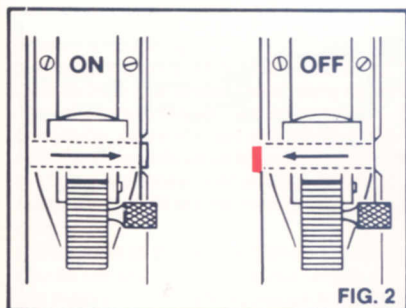
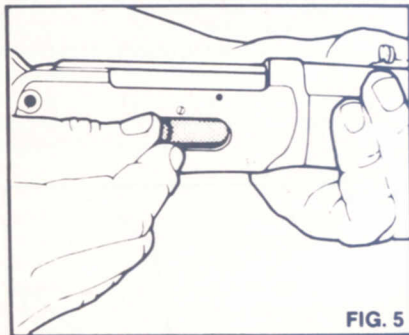

FIG. 2
FIG. 5
First, with the gun pointed in a safe direction place the manual hammer stop in the "on" position by pushing it from left to right (Figure 2) until the red "Warning" ring disappears. When the red ring is visible on the left side of the manual hammer stop, it is in the "off" position. The manual hammer stop can be actuated with the hammer in any position.
L'arme étant pointée en direction sûre, engagez d'abord l'arrêtoir manuel du chien en poussant à fond la barre de la gauche vers la droite (Fig. 2), faisant ainsi complètement disparaître l'anneau avertisseur rouge. Quand l'anneau rouge est visible sur le côté gauche, le chien est libre. L'arrêtoir manuel du chien peut être engagé quelle que soit la position du chien. Maintenant, armez la carabine (position A, Fig. 3) en abaissant le levier de sous-garde et en le ramenant vers le haut. Pour mettre le chien à la position de sûreté du "rebondi" (mi-armé), maintenez d'abord le chien fermement avec votre pouce, puis appliquez sur la détente la pression qui est nécessaire pour relâcher le chien de sa position armée. Otez immédiatement votre doigt de la détente et, tout doucement et avec précaution, laissez le chien s'abaisser en position de sûreté du "rebondi" (position B, Fig. 3).
**HOW TO LOAD** — Use the correct ammunition referenced by the inscription on the barrel. Before loading your gun be sure all grease and oil has been removed from the barrel and chamber, and there is no obstruction. The chamber may be loaded by placing a cartridge directly into the chamber through the opened action (Figure 4), or by transferring a cartridge that was previously loaded into the magazine (Figure 5) to the chamber by operating the finger lever. In either case, always place the manual hammer stop in the "on" position (Figure 2), and the hammer into the safety (rebound), position upon closing the action (Figure 3 position B).
— Employez toujours des munitions du calibre qui est indiqué sur le canon de la carabine même. Avant de charger la carabine, assurez-vous que le canon et la chambre sont propres, sans graisse ni huile, et sans obstruction. La chambre peut être chargée en plaçant une cartouche directement dans la chambre lorsque le mécanisme est ouvert (Fig. 4) ou en transférant à la chambre à l'aide du levier de sous-garde une cartouche emmagasinée auparavant (Fig. 5). Dans les deux cas, après avoir fermé l'action, engagez toujours l'arrêt manuel du chien (Fig. 2) et mettez le chien en position de sûreté du "rebondi" (mi-armé) (position B, Fig. 3).
**TO LOAD THE MAGAZINE** — The magazine is loaded through the port on the right side of the receiver. **With the action closed, the manual hammer stop in the "on" position and the hammer in the safety (rebound) position**, press the spring cover inward with the tip of the first cartridge until all but the rim has entered the loading port (Figure 5). Then, insert the next cartridge in the same manner, pushing the preceding cartridge into the magazine. Repeat this procedure with each cartridge, but push the last cartridge past the end of the spring cover, allowing the cover to snap closed. Do not exceed the recommended capacity of the magazine.
**POUR APPROVISIONNER LE MAGASIN** — Le magasin se charge par la fenêtre qui se trouve sur le côté droit de la culasse. **Le mécanisme étant fermé, l'arrêteur manuel du chien engagé, et le chien en position de sûreté du "rebondi" (mi-armé)**, appuyez sur le couvercle à ressort avec le bout de la cartouche, et poussez-la vers l'avant sans l'introduire complètement (Fig. 5). Introduisez la cartouche suivante de la même manière, ce qui poussera la première cartouche dans le magasin. Répétez cette opération avec chaque cartouche, mais en poussant complètement la dernière cartouche par l'ouverture, ce qui obligera le couvercle à ressort à se fermer. Ne pas dépasser la capacité recommandée pour le magasin.
**HOW TO OPERATE** — With a loaded cartridge in the chamber, **the manual hammer stop in the "on" position, the hammer in the safety (rebound) position and your finger off the trigger**, firmly position your thumb on the hammer spur and draw the hammer back to the full-cock position (Figure 3 position A). Place the manual hammer stop in the "off" position (Figure 2) by pushing it from right to left. Your rifle is now ready to fire. Firmly shoulder your gun, take aim and when on target pull the trigger.
To chamber another round for the next shot, swing the finger lever down extracting and ejecting the fired cartridge case from the chamber. The closing of the action will transfer a new cartridge from the magazine to the chamber, leaving the hammer in a cocked "ready to fire" position (Figure 3 position A). **When through firing always place the manual hammer stop in the "on" position (Figure 2), and the hammer in the safety (rebound) position (Figure 3 position B).**
**POUR TIRER** — Une cartouche se trouvant logée dans la chambre, **l'arrêteur manuel du chien engagé, le chien en position de sûreté du "rebondi" (mi-armé)** et votre doigt hors de la détente, placez votre pouce fermement sur l'ergot du chien et amenez-le en arrière en position armée (position A, Fig. 3). Dégagez l'arrêteur manuel du chien en le poussant à fond de la droite vers la gauche (Fig. 2). Votre carabine est prête à tirer. Epauliez fermement votre carabine, visez la cible et pressez sur la détente.
**Lorsque vous avez fini de tirer, engagez toujours l'arrêteur manuel du chien (Fig. 2) et ramenez le chien avec précaution vers l'avant en position de sûreté du "rebondi" (mi-armé, position B, Fig. 3).**
— Place the manual hammer stop in the "on" position (Figure 2) by pushing it from left to right. Next, with the gun pointed in a safe direction and your finger off the trigger, swing the finger lever downward removing the cartridge from the chamber. Then proceed to operate the finger lever in the same manner transferring all the remaining cartridges from the magazine to the chamber and out.
**POUR DESAPROVISIONNER LA CHAMBRE ET LE MAGASIN** — Engagez l'arrêtoir manuel du chien en poussant à fond la barre de la gauche vers la droite (Fig. 2). Ensuite, la carabine étant pointée dans une direction sans danger et votre doigt hors de la détente, pivotez le levier de sous-garde vers le bas, ce qui enlève la cartouche de la chambre. Continuez de la même façon pour transférer toutes les cartouches du magasin vers la chambre et pour les éjecter ensuite.